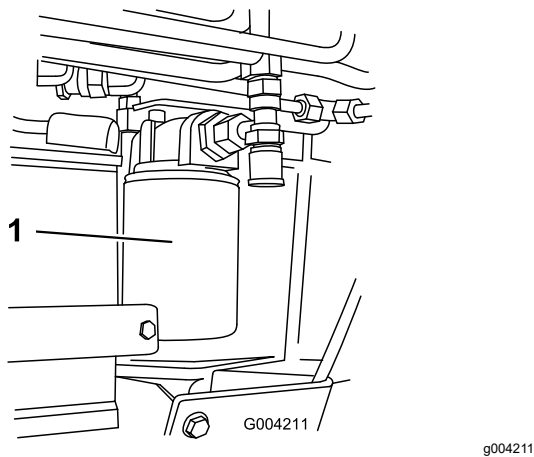

图 62
4. 在滤清器下面放置一个放油盘图 62。
5. 拆下旧滤清器图 62并将滤清器安装座垫片表面擦拭干净。
7. 将更换液压油滤芯安装到滤芯安装座上图 62。顺时针拧紧滤芯直至橡胶垫片接触到机油滤芯安装座然后将机油滤芯再旋入 1/4 圈。